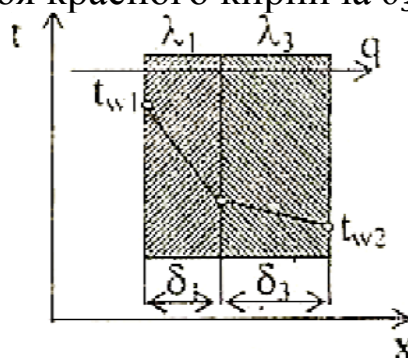

Рис. 5.2. Расчетная схема 2-х слойной плоской стенки
2) Если отказаться от слоя засыпки, то стенка станет 2-х слойной (см. рис.5.2). Обозначения на рисунке оставляем теми же, кроме новой толщины слоя красного кирпича  $\delta_3$ .